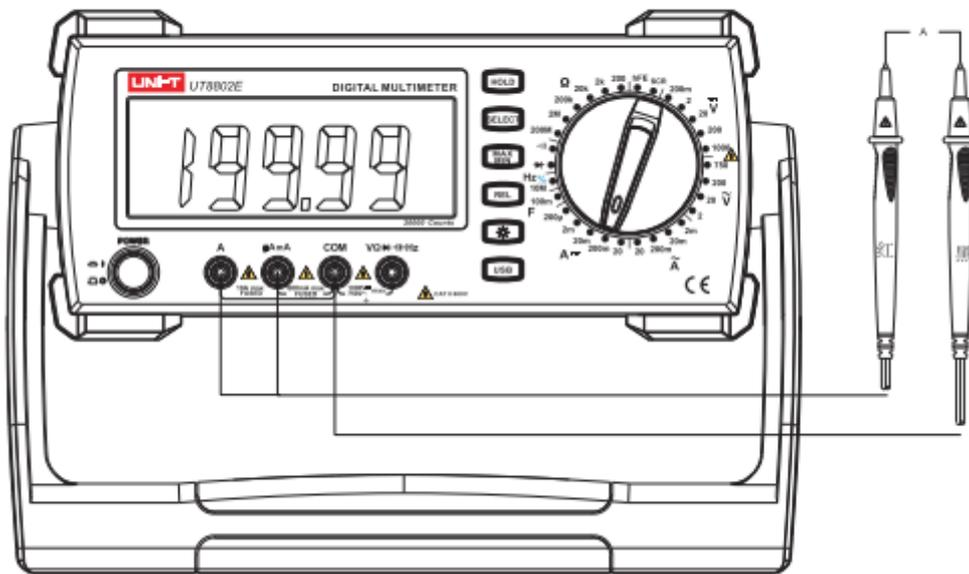

Abbildung 3
3. Messung von Wechsel- / Gleichstrom (siehe Abbildung 3)